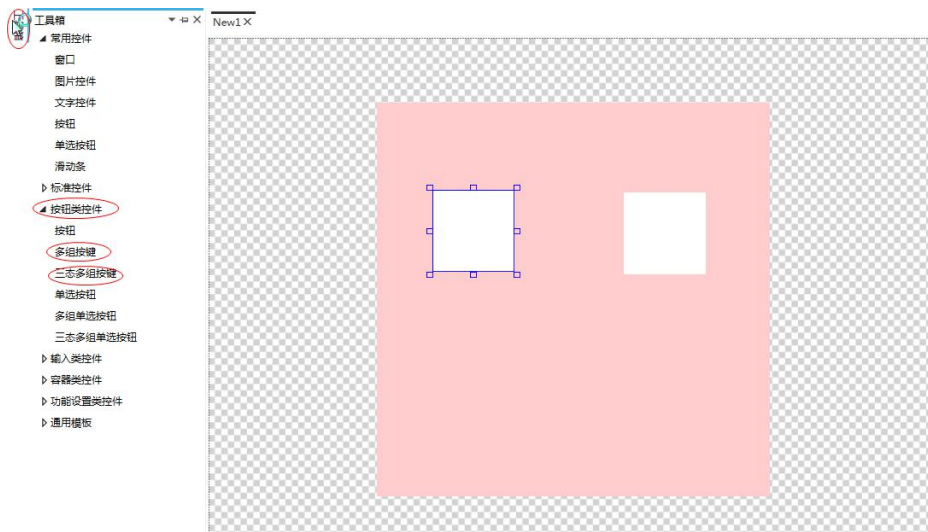

图 6.5 添加一个多组按键和一个三态多组按键
1、打开或新建工程，添加一个多组按键和一个三态多组按键，如图 6.5 所示。